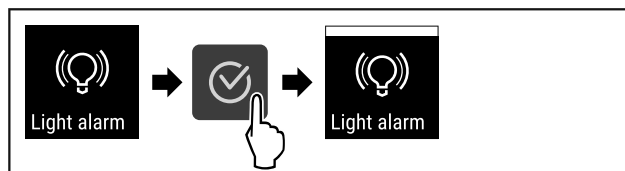

Fig. 119
- ▶ Wykonać czynności (patrz Fig. 119).